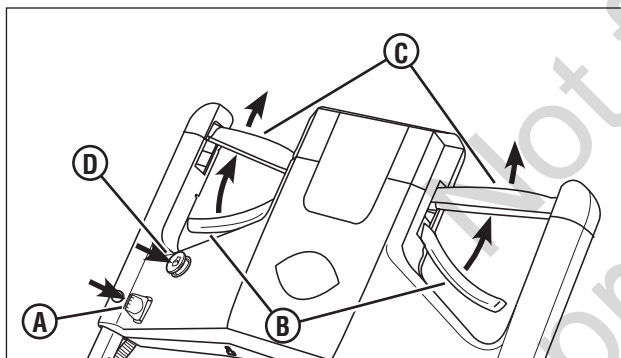

Figure 3 : Démarrage de la tondeuse
1. Insérer la clé de démarrage (**A**, **Figure 3**) dans la fente de connexion sur la console de commande.